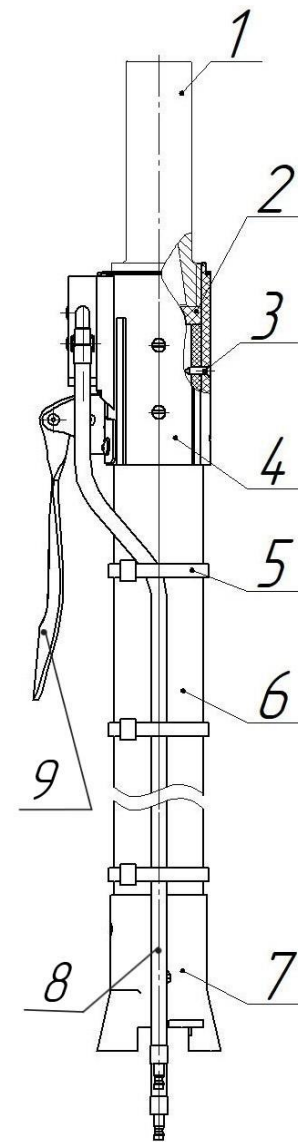
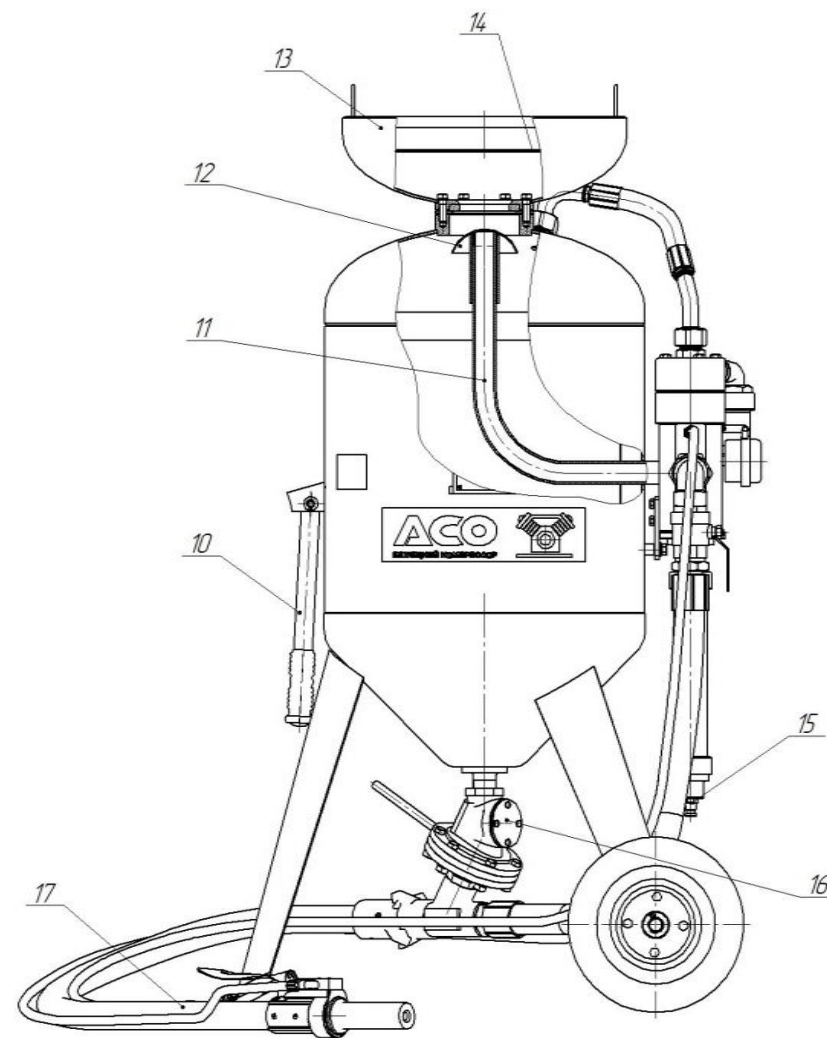
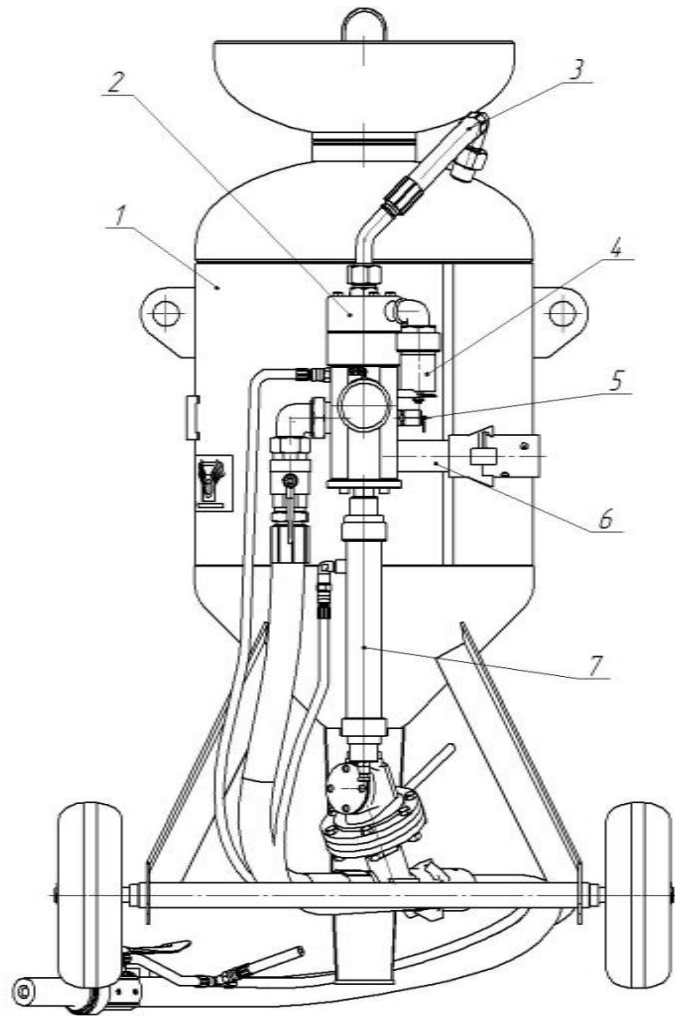

Рисунок 4. Напорный рукав Dy25\ Dy32.
Рисунок 2. Аппарат струйной очистки АСО-100М.
Рисунок 1. Аппарат струйной очистки АСО-100М.
3.1 Аппарат, (рис.1, 2) состоит из следующих основных узлов: ресивер 1, загрузочный бункер 13, блок управления 2, дозатор 16, рукав напорный 17,.
4.1 Аппарат, (рис.1, 2) представляет собой устройство, состоящее из ресивера 1, образующего рабочую камеру аппарата, загрузочного бункера 13 с сеткой 14, дозатора абразива 16, напорного рукава 17 и блока управления 2, обеспечивающего функциональное назначение аппарата.
**ВНИМАНИЕ:** Ежедневно, по окончании работы, необходимо слить воду из фильтра очистки воздуха 7 (рис. 1,2) через пробку сливную 15, находящийся на днище фильтра.
- 6.10 При незагруженном ресивере подать сжатый воздух в аппарат через патрубок 6 (рис.1), нажимая на ручку 9 (рис.4) пневмораспределителя 10. Убедиться в надежном срабатывании поршней блока управления, клапана загрузки, герметичности соединений рукавов и трубопроводов.
- 6.11 Отпустить ручку 9 (рис.4) и убедиться, что сжатый воздух из ресивера стравился в атмосферу через глушитель 4 (рис.1) и загрузочный клапан 12 (рис.2) опустился вниз, освободив загрузочное отверстие.
7.2 Рычагом дозатора 16 (рис.2) отрегулировать количество подаваемого абразива. Перемещение рычага «влево» - увеличивает подачу абразива, «вправо» - уменьшает подачу.